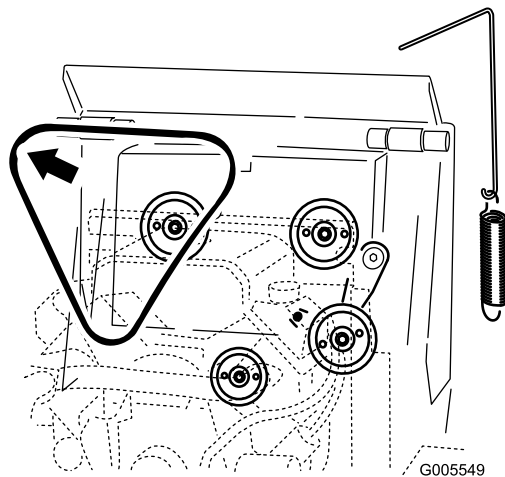

**Figure 48**
4. Enlevez le ressort de poulie de l'ensemble poulie de tension (Figure 48).
6. Placez une courroie d'entraînement neuve sur les trois poulies (Figure 48).